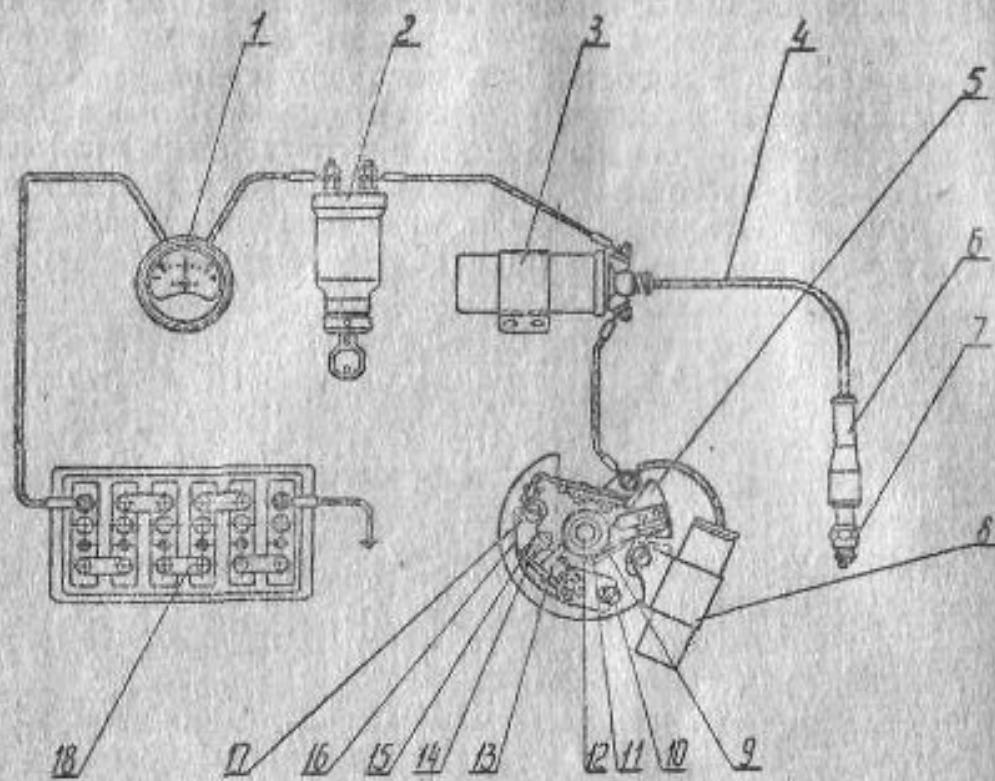

Рис. 17. Система зажигания
Система зажигания батарейная, 12 в. В систему зажигания (рис. 17) входят: катушка зажигания 3, прерыватель 5, свеча зажигания 7, замок зажигания 2, провода, амперметр 1 и аккумуляторная батарея 18.
- Установить наибольший зазор между контактами прерывателя, медленно вращая коленчатый вал по часовой стрелке, взвившись за головку болта 12 (рис. 17) крепления кулачка, предварительно вывернув свечу или жав на декомпрессор.